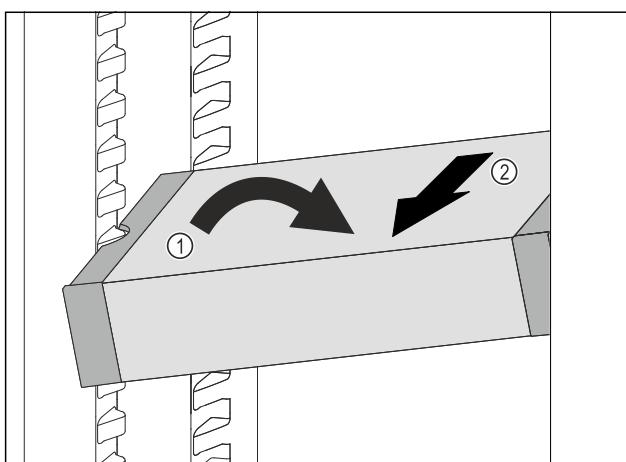

Fig. 58
- Ukosite ladicu VarioSafe u hladnjaku. Fig. 58 (1)
- Izvadite ladicu VarioSafe prema naprijed. Fig. 58 (2)